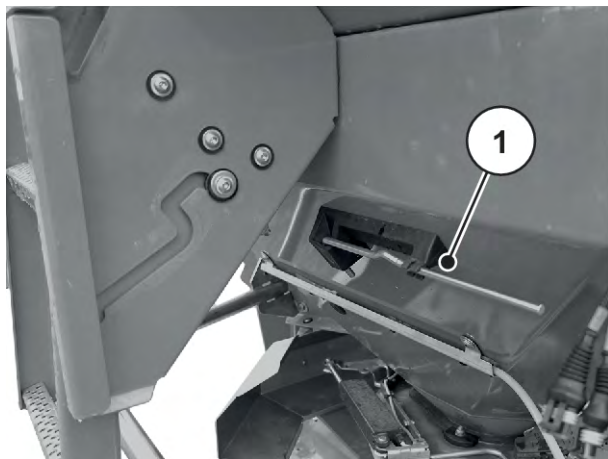

Рис. 26: Положение регулировочного рычага AXIS xx.2
- ▶ Поместите регулировочный рычаг в предусмотренное для него крепление. См. *Рис. 26 Положение регулировочного рычага AXIS xx.2*